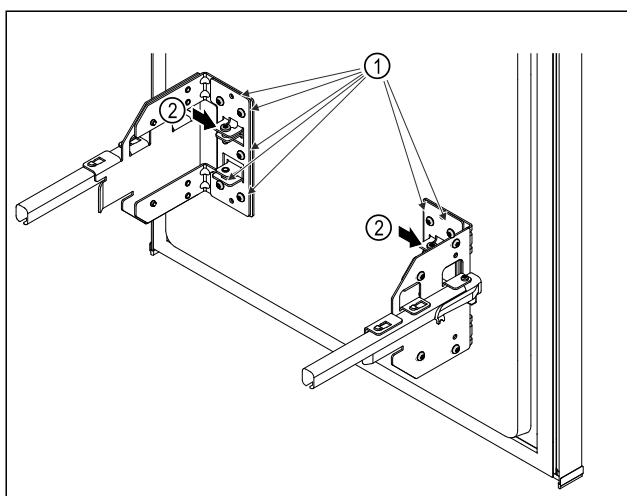

Fig. 8
- Poluzować lekko śruby Fig. 8 (1).
- Przekręcić śruby Fig. 8 (2), aby przesunąć wózek wysuwany do góry i w dół.
- Dokręcić śruby Fig. 8 (1) do oporu.